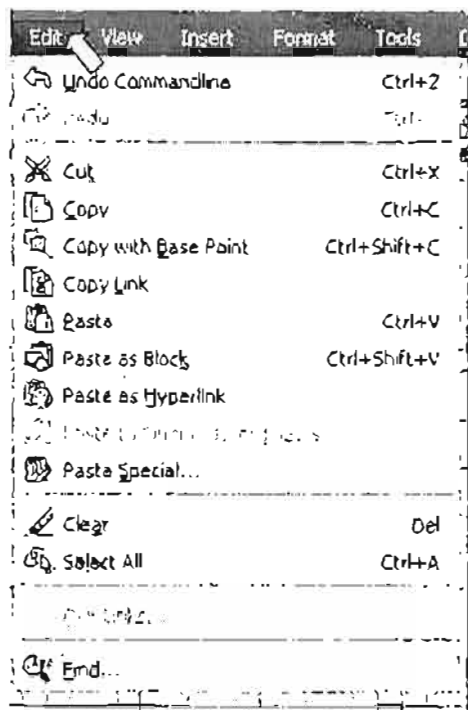

Рис. 1.23. Комбинации клавиш на панели выпадающего меню Edit
- командой **UNDO** (ОТМЕНИТЬ), которую можно вызвать из контекстного меню правым щелчком мыши (см. рис. 1.23), нажатием кнопки  на стандартной панели инструментов, или с помощью меню **Edit / UNDO** (Правка / Отменить)
Этот способ реализуется только для части наиболее часто используемых команд. Например, нажатие комбинации клавиш **<Ctrl> + <C>** позволяет скопировать выбранные объекты чертежа в буфер обмена, а комбинация **<Ctrl> + <V>** – вставить содержимое буфера обмена в чертеж. Часто используемые комбинации клавиш частично указываются на панелях выпадающих меню, например, как это показано на рис. 1.23 для выпадающего меню **Edit** (Правка).